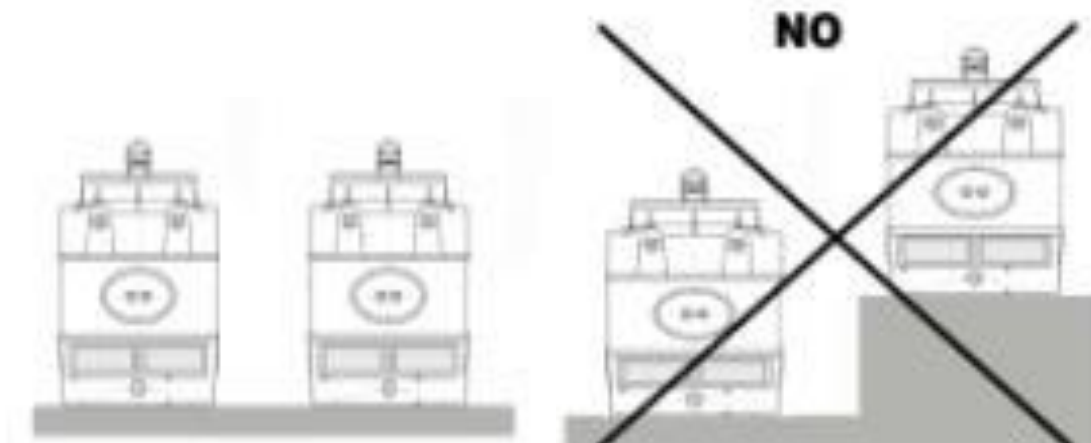

Fig. 22
- f) Dans le cas de l'installation de plusieurs tours, celles-ci devront être installées à la même hauteur, puisque, dans le cas contraire, la tour la plus haute pourrait aspirer l'air saturé de la tour située plus bas (fig. 22).